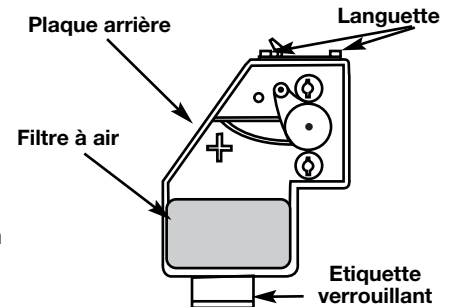

Fig. 35
7. Réinstallez la couverture du filtre à air. Placez les fentes au dessus de la couverture du filtre à air sur les languettes au dessus de la plaque arrière (Fig. 35).